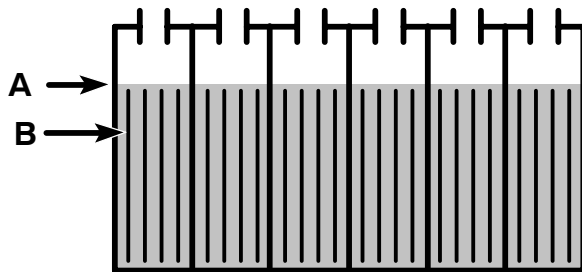

FIG. 21
Le niveau d'électrolyte (A) doit légèrement recouvrir les plaques de batteries (B). Ajoutez de l'eau distillée si nécessaire. **NE REMPLISSEZ PAS TROP**, le fluide va augmenter de volume et risque de déborder lors de la mise en charge. Remettez les bouchons sur les éléments, avant la mise en charge (Figure 21).